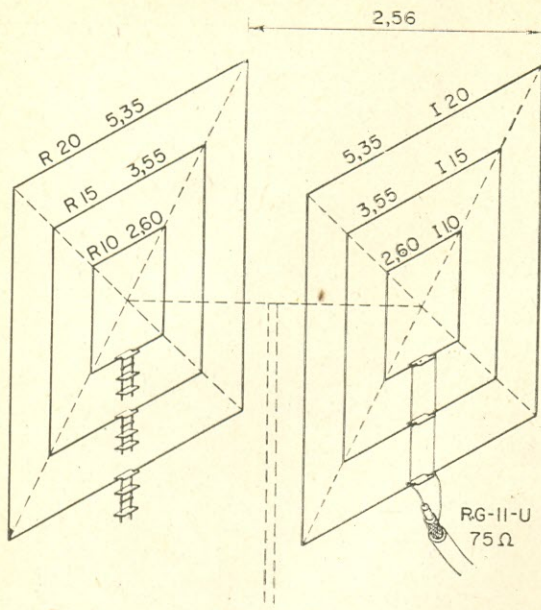

Figura 4
**Antena cúbica, para 3 faixas, montada em dois quadros** — A versão mais prática, para a antena cúbica multifaixas, é a que apresentamos na figura 4. Os três elementos irradiantes são montados num quadro, enquanto que os três refletores são montados noutra quadro.
Esta montagem, embora muito prática, tem um inconveniente a ser contornado. Uma vez que os três refletores estão montados no mesmo quadro, a distância (entre refletores e irradiantes) será a mesma nas três faixas; o inconveniente é que só se conseguirá um casamento correto (pela determinação do espaçamento entre os dois quadros) em uma das faixas. Vamos dar um exemplo, a fim de tornar o assunto mais claro: se alimentarmos a antena da figura 4 com um cabo de 75 Ω, o espaçamento dos dois quadros, na faixa mais baixa (20 m), deverá ser: